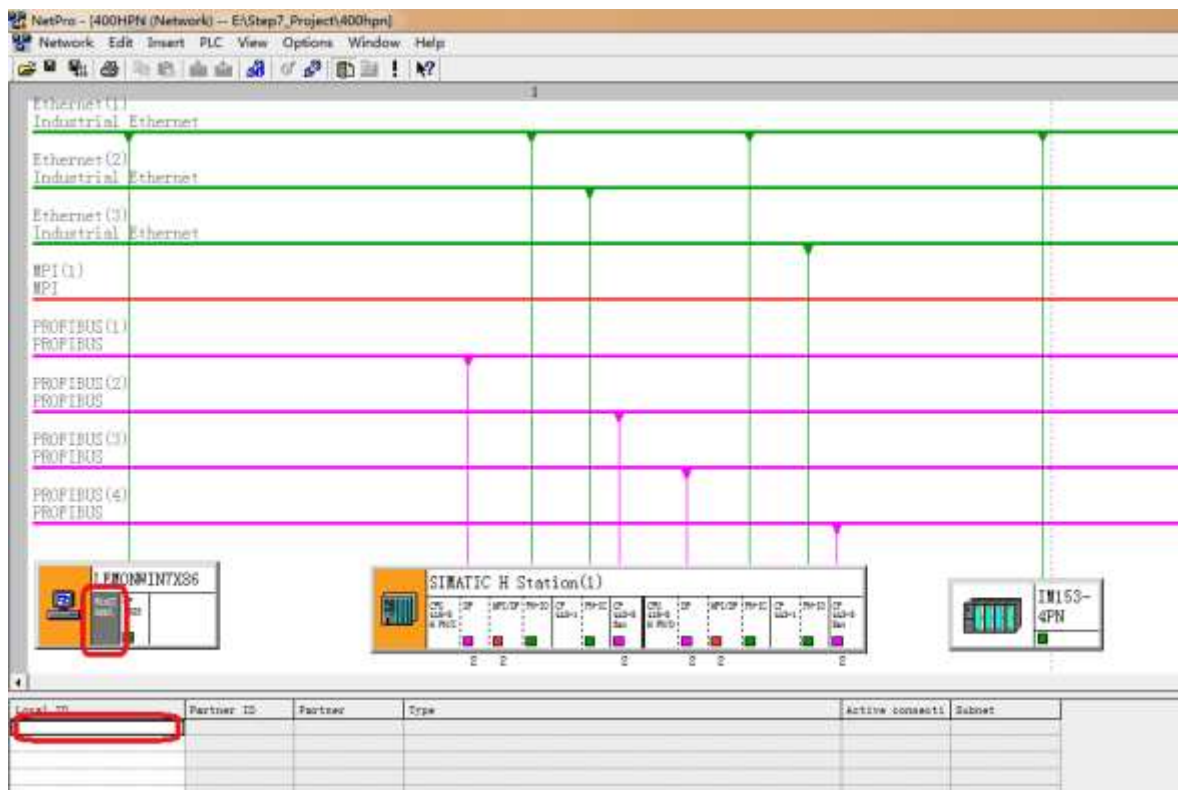

图6
(A) 打开NetPro，确认ES站中的CP1623和S7-400处于同一网络中，选择ES站中的WinCC Application，双击下面表单的空白处，如图6所示。